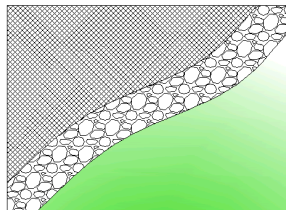

图 2-60 公园一角
绘制如图 2-60 所示的公园一角布局。本例的基本思路是先应用一些基本绘图命令绘制公园简单外形，然后利用“图案填充”命令进行填充。操作步骤如下：
(4) 单击“绘图”工具栏中的“渐变色”按钮，系统弹出“图案填充创建”选项卡，设置如图 2-65 所示。单击“渐变色 1”，打开“选择颜色”对话框，选择如图 2-66 所示的绿色，单击“确定”按钮，在绘制的图形右下方拾取一点，按 Enter 键，完成池塘的绘制，最终绘制结果如图 2-60 所示。